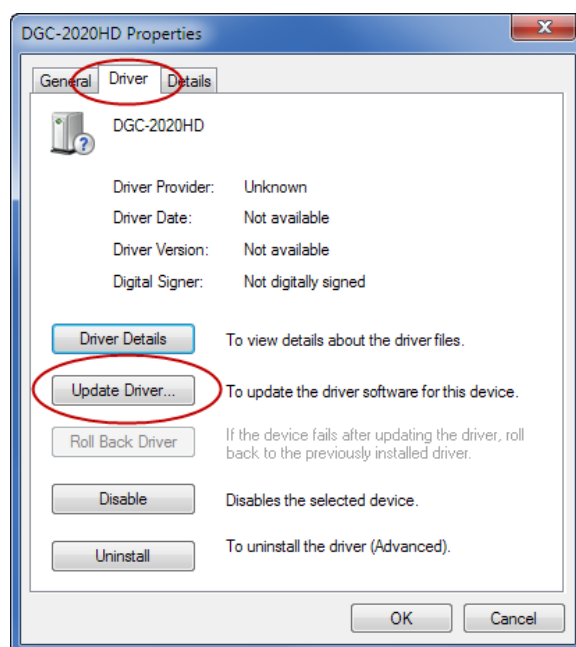

Figura 8-3. Propiedades de DGC-2020HD
Paso 3: En las ventanas de Propiedades, seleccione la pestaña Controlador y haga clic en Actualizar controlador. Consulte la Figura 8-3.